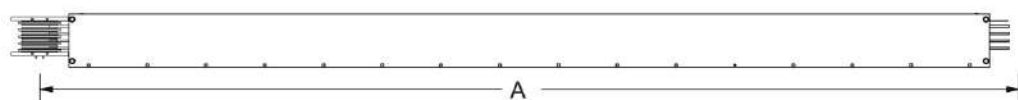

Figura 2
- Longitud estándar es de 3000mm; longitudes especiales desde 400mm hasta 3000mm, en incrementos de 10mm. (vease en figura 2)
- Figura 2, la cota A indica la medida del electroducto para cualquier longitud.